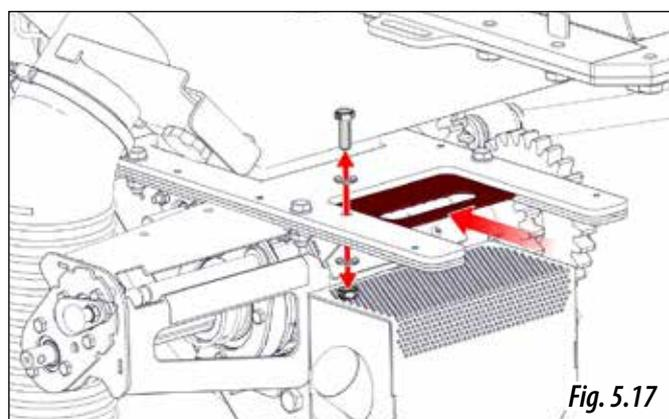
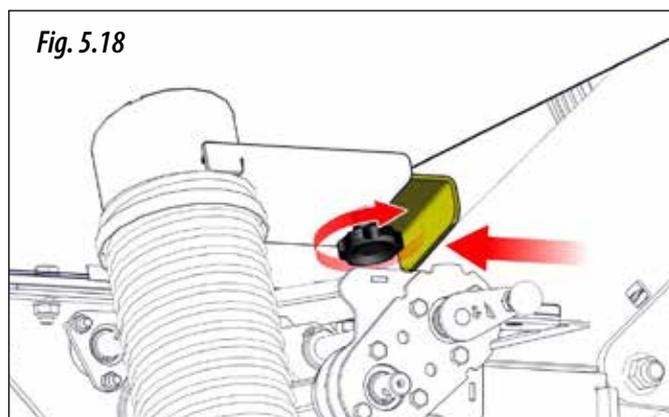

Fig. 5.17
Fig. 5.18
**! IMPORTANTE:** ANTES DE LLENAR LA TOLVA COMPROBAR QUE LAS PUERTAS DE GUILLOTINA, BOCAS DE VACIADO Y TAPONES ESTÉN BIEN CERRADOS (PUERTAS DE GUILLOTINA FIG. 5.17, BOCAS DE VACIADO FIG. 5.18 Y TAPONES PARA KIT DE MICRO EXTERIOR FIG. 5.19).